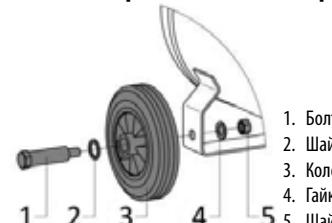

Рис. 2
6.5 В зависимости от модели, установите колеса и амортизаторы, если они не были установлены (Рис. 2).